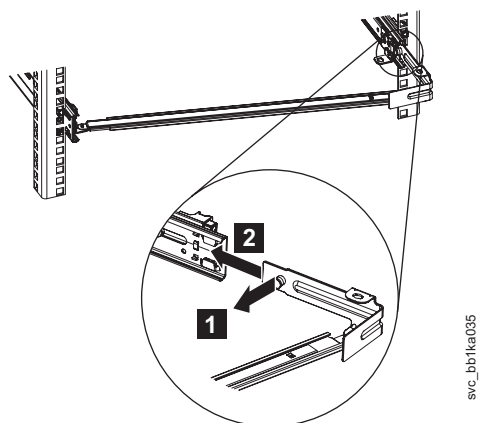

図 18. SAN ポリューム・コントローラー 2145-CF8 サポート・アームの接続されていない方の端 (右側) の取り付け
3. サポート・アームのもう一方の端 (右側) をスライド・レールの裏側に取り付けるために、ケーブル・サポート・アーム停止ブラケットの青色ラッチ (図 18 の **1**) を押して、ブラケット **2** をスライドさせてスライド・レールにはめます。